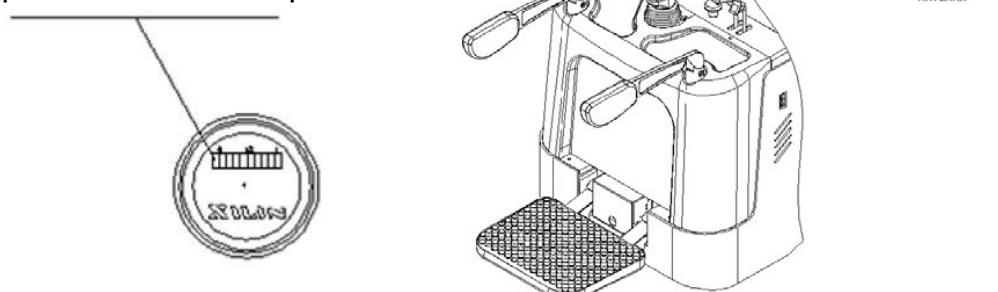

Рис. 1
5.1.2. Проверьте состояние батарей как показано на рис.1. Включите главный источник питания, потянув за выключатель, освободите электрический замок на рукоятке и проверьте состояние заряда батареи по приборной панели штабелера. Если светится деление, показывающее низкий уровень заряда батареи, то необходимо немедленно провести зарядку. Запрещается работать на штабелере при низком уровне заряда батареи, так как это значительно сократит срок службы батарей и приведет к их повреждению.
Включите питание и запустите машину, как показано на рис. 1, и подведите штабелер к паллету. Концы вил должны находиться на расстоянии 300 мм от паллета. Нажав на кнопку опускания вил, добейтесь необходимого положения вил по высоте и медленно введите их в паллет на максимально возможную глубину. Нажав на кнопку подъема, поднимите груз так, чтобы вилы отстояли на 200 - 300 мм от пола. Подведите штабелер к стеллажу и медленно остановите. Концы вил должны находиться на расстоянии 300 мм от стеллажа. Нажав кнопку подъема вил, поднимите груз так, чтобы низ паллеты отстоял на 100 мм от стеллажа. Медленно переместите груз и нажатием кнопки опускания вил установите его на место на стеллаже. Выведите виды из паллета, медленно перемещая штабелер. Концы вил должны находиться на расстоянии 300 мм от паллета. Опустите вилы на высоту 300 мм от пола. Отведите штабелер от стеллажа. Необходимо следить за тем, чтобы рядом не было препятствий. При повороте следует снизить скорость.
Включите питание и запустите машину, как показано на рис. 1, и подведите штабелер к паллету. Концы вил должны находиться на расстоянии 300 мм от паллета. Нажав на кнопку подъема вил, добейтесь необходимого положения вил по высоте и медленно введите их в паллет на максимально возможную глубину. Нажав на кнопку подъема, поднимите груз так, чтобы низ паллета отстоял на 100 мм от стеллажа, и отведите штабелер от стеллажа. Концы вил должны находиться на расстоянии 300 мм от стеллажа. Нажав кнопку опускания вил, опустите их на высоту 200 - 300 мм от пола. Отведите штабелер от стеллажа и медленно остановите. Нажав кнопку опускания вил, опустите груз на землю и выведите вилы из паллета, медленно перемещая штабелер.